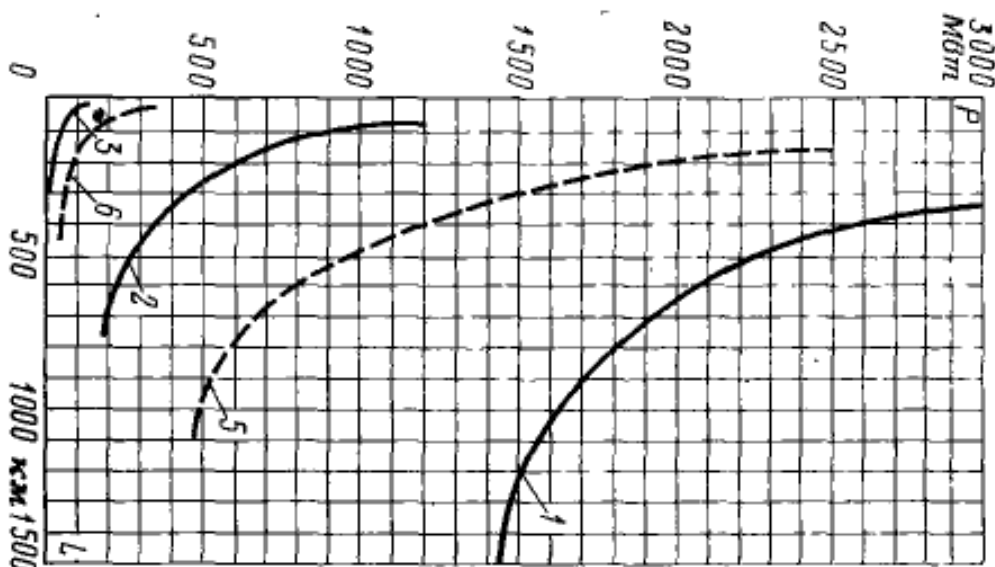

Рисунок 3.5 – Диаграмма для вычерчивания
4. Используя экранные ножницы, вырезать рисунок 3.5 и вставить на рабочий лист, сориентировав вертикально. Накладывая фигуры поверх рисунка, вычертите диаграмму средствами Visio. Пунктирные линии задавать через параметры фигуры.